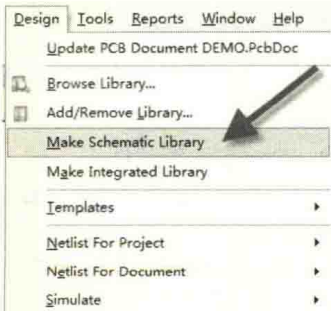

图 3-36 元件库的自动生成
- (1) 打开需要导出元件库的原理图。
- (2) 执行菜单命令“Design-Make Schematic Library”，如图 3-36 所示。